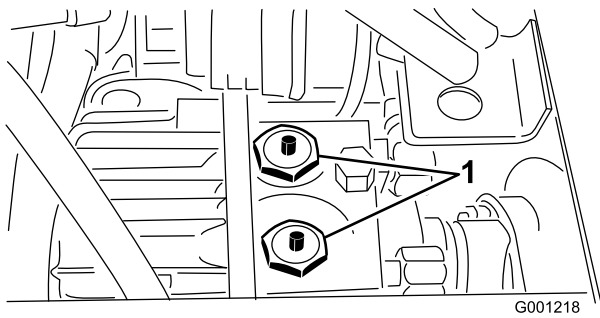

Figura 33
- Pulse y mantenga pulsados los émbolos de los 2 conjuntos de válvula de desvío, situados encima de la transmisión (Figura 33) mientras empuja o remolca la máquina. Figura 33 En la ilustración de , el asiento y la placa de montaje del asiento han sido retirados.